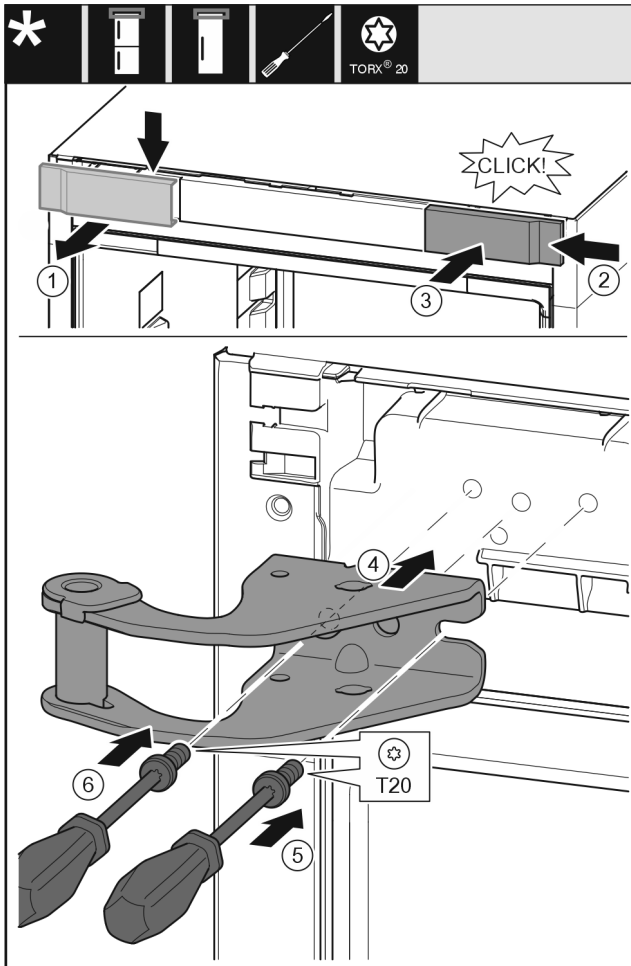

Fig. 33
- ▶ 从上方朝前取下盖板 Fig. 33 (1)。
- ▶ 将盖板 Fig. 33 (2) 旋转 180° 至另一侧从右边挂上。
- ▶ 插入盖板 Fig. 33 (3)。
- ▶ 装上上方的托架 Fig. 33 (4)。
- ▶ 用螺丝刀放上并旋紧螺钉 Fig. 33 (5)。
- ▶ 用螺丝刀放上并旋紧螺钉 Fig. 33 (6)。